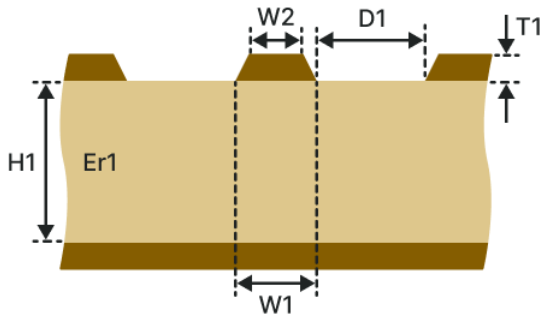

Рис. 155 Копланарная микрополосковая ЛП с опорным слоем (KMOС-1H)
- Копланарная микрополосковая ЛП с опорным слоем (KMOС-1H), см. Рис. 155.